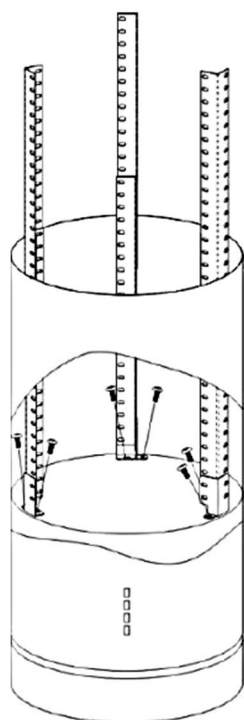

Рис.4
5. Рис. 4. 6 шт. М4*10 винтов с потайной головкой прижимают угловой брус к корпусу вытяжки, который устанавливают внутри кожуха.